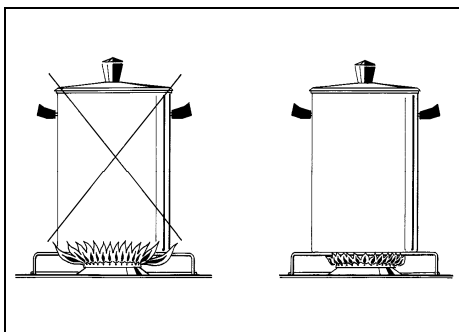

Fig.16
- Utilisez les casseroles appropriées pour chaque brûleur (voir la Fig. 16 et le Tableau B)